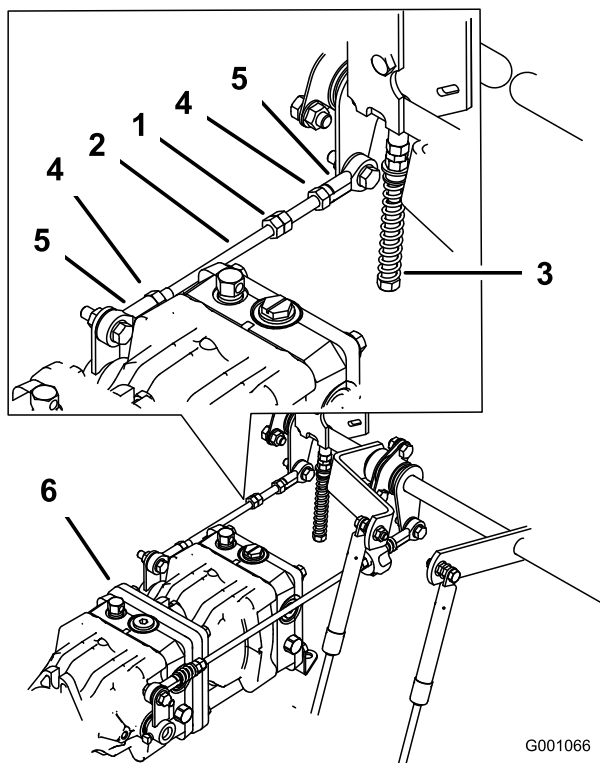

Figura 77
1. Allentate i dadi di bloccaggio ai giunti a sfera dell'asta di comando della pompa (Figura 77).
3. Regolate la lunghezza dell'asta della pompa facendo girare nella direzione opportuna i due dadi sull'asta, finché la ruota si ferma o si sposta leggermente indietro (Figura 77).
6. Serrate i dadi di bloccaggio dei giunti a sfera (Figura 77).